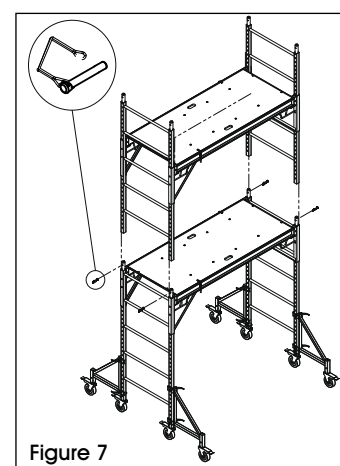

Figure 7
4. Installez les cadres d'extrémité de l'unité supérieure sur les cadres d'extrémité de l'unité de base. Insérez quatre goupilles à anneau carré pour fixer les unités d'échafaudage. (Voir Figure 7)
5. Fixez deux renforts latéraux aux cadres d'extrémité supérieurs à la hauteur de plateforme désirée. Placez la plateforme afin qu'elle soit parfaitement horizontale et fermement logée dans les deux renforts latéraux. (Voir Figure 7)